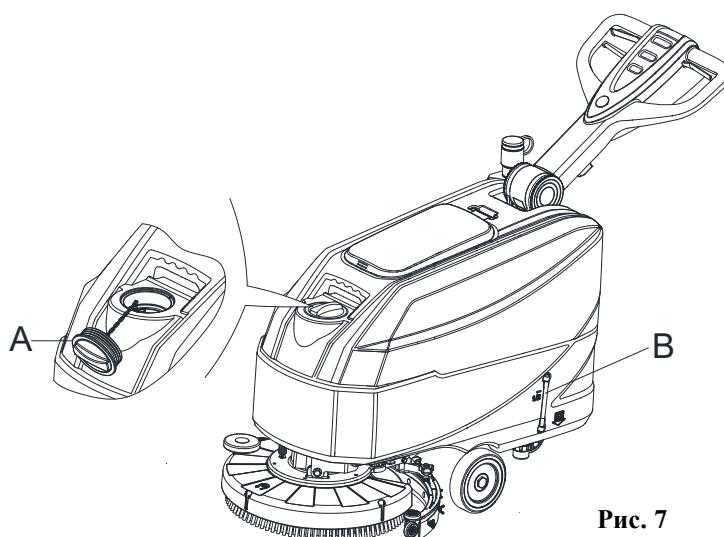

Рис. 7
1. Откройте крышку заливного отверстия для воды (A, Рис. 7).
3. Не переполняйте бак, следите за индикатором уровня воды (B, Рис. 7).